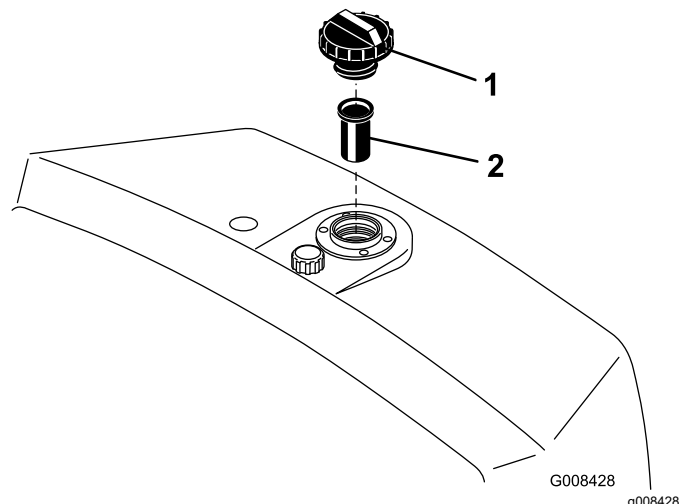

図 50
2. オイルタンクのキャップを取って油量を点検する。補給口の首の根元部分まであれば適正である 図 50